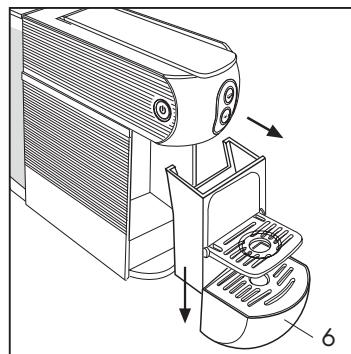

Fig. 12
Le porte-capsules peut contenir un maximum de 12 capsules, il est donc conseillé de le vider régulièrement pour éviter que les capsules ne se coïncident. Extraire le bac (6) (**fig. 12**) et le séparer du récipient porte-capsules en la tirant vers le bas, en faisant attention à la présence éventuelle de liquide.